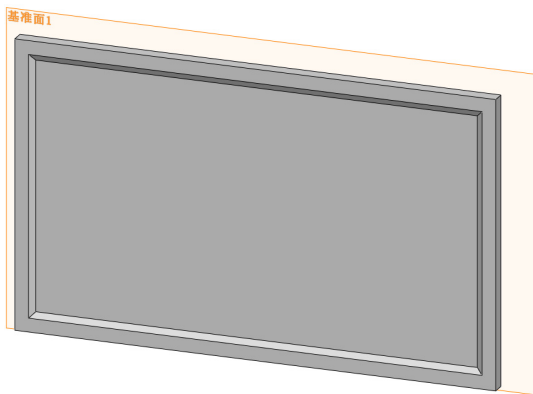

图 16-50 创建基准面对象
(8) 单击【确定】按钮, 即可创建基准面对象, 如图 16-50 所示。